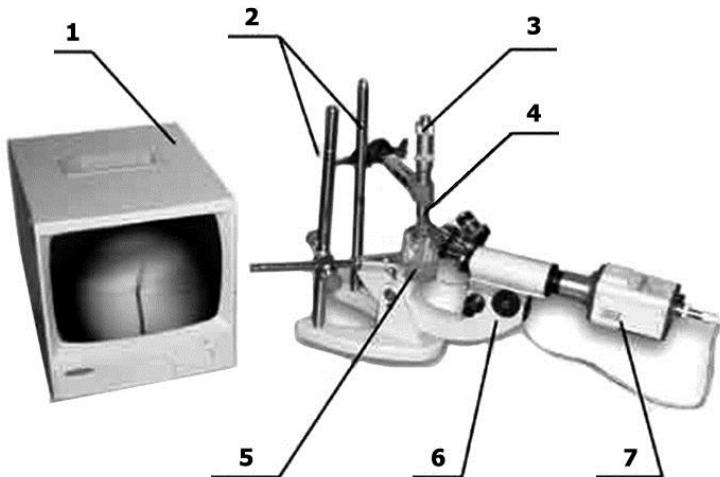

Рис.3. Установка для травления зонда
Основу комплекса составляет установка для электрохимического травления игл (рис.3) включающая: монитор (1), штатив (2), головку микрометрическую (3), держатель зонда (4), емкость с электролитом (5), микроскоп (6), видеокамеру (7).